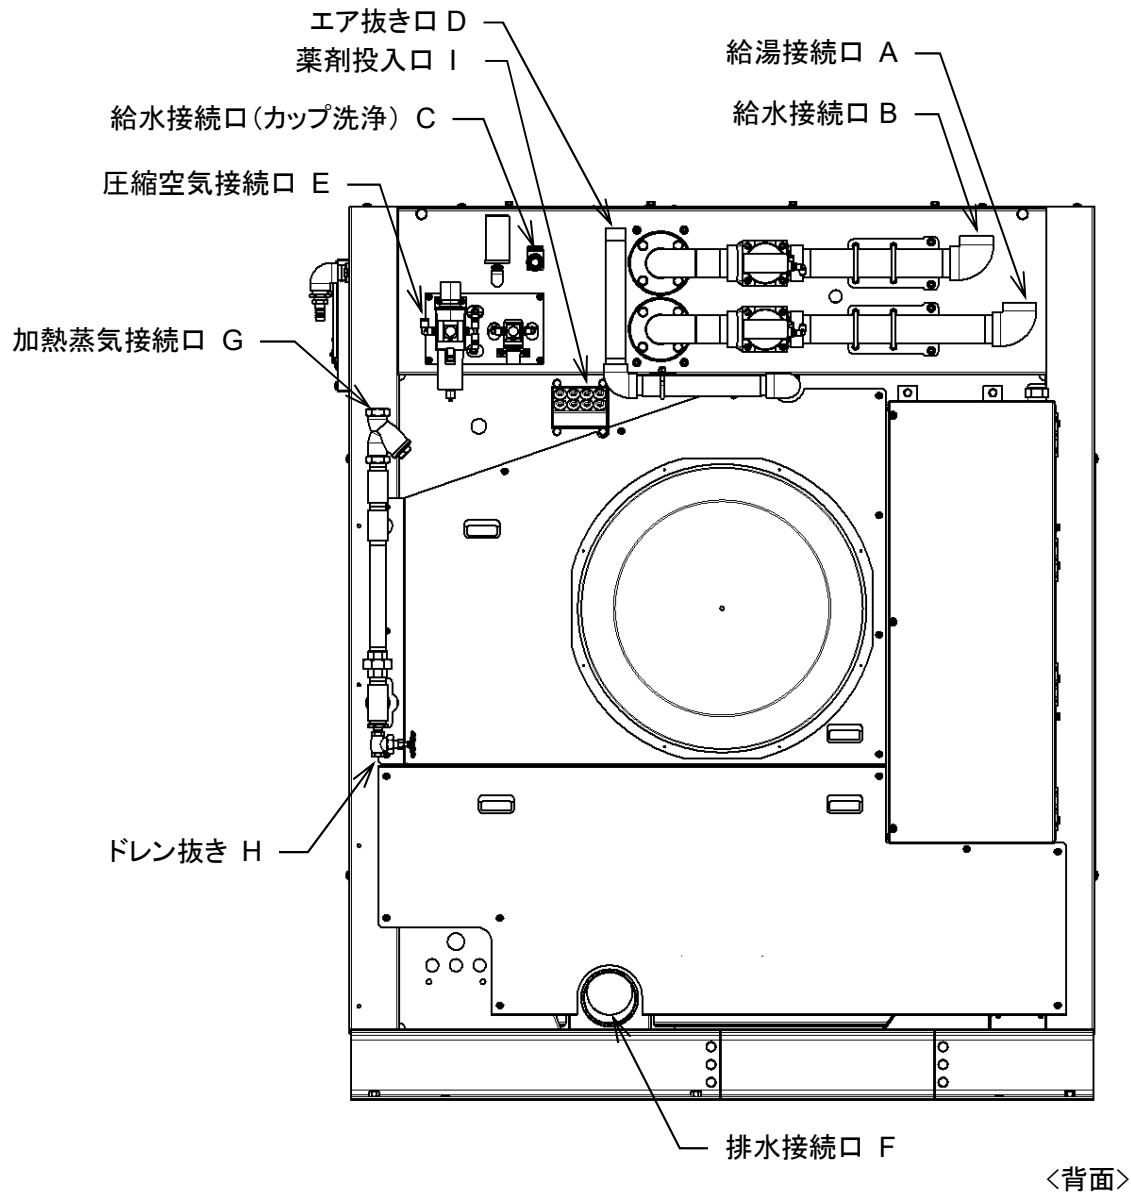

図 5-1
- ・ 給水接続口 A に配管を接続します。(図 5-1)
- ・ 給湯接続口 B に配管を接続します。(図 5-1)
- ・ 給水接続口 C に配管を接続します。(図 5-1)
- ・ 圧縮空気接続口 E (φ 10mm)に配管を接続します。(図 5-1)
- ・ 圧縮空気接続口 D に接続します。(図 5-1)
- ・ 排水接続口 F に配管を接続します。(図 5-1)
- ・ 加熱蒸気接続口 G に配管を接続します。(図 5-1)
- ・ ドレン抜き H にホースを接続しバルブが開放されても蒸気により、機材への損害、人への傷害を招かない場所に配管すること。(図 5-1)
- ・ 投入口 I は最大 8 本までのホースを差込むことができます。(図 5-1)